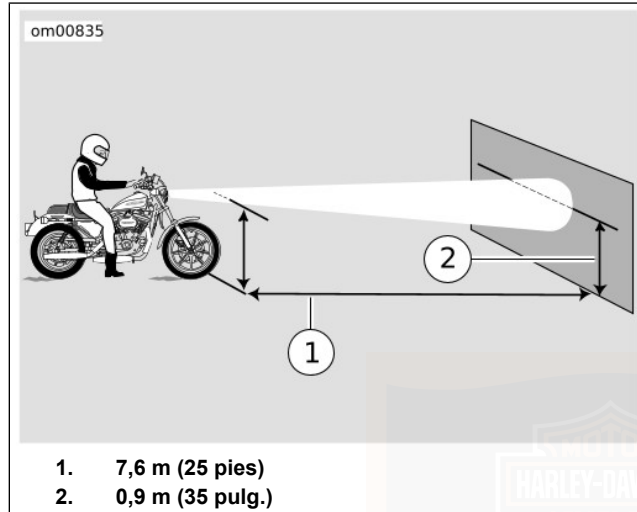

Figura 51. Alineación del faro delantero: modelos Sportster
3. Vea la Figura 51. Coloque la motocicleta a 7,62 m (25 ft) de una pantalla o pared. Mida la distancia directamente desde abajo del eje delantero a la base de la pantalla/pared.